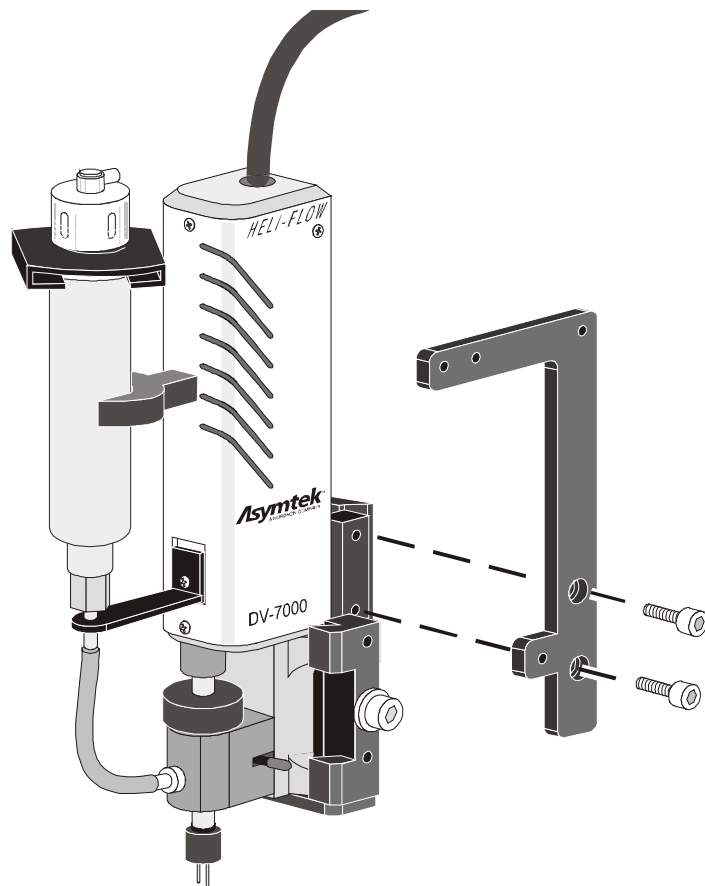

Abbildung 2-9 DV-7000 mit Halterung des Höhsensors (M-2000/C-1000)
7. Verwenden Sie zur Befestigung der Halterung des Höhengsensors am DV-7000 den 3-mm Sechskantstiftschlüssel. Siehe Abbildung 2-9.